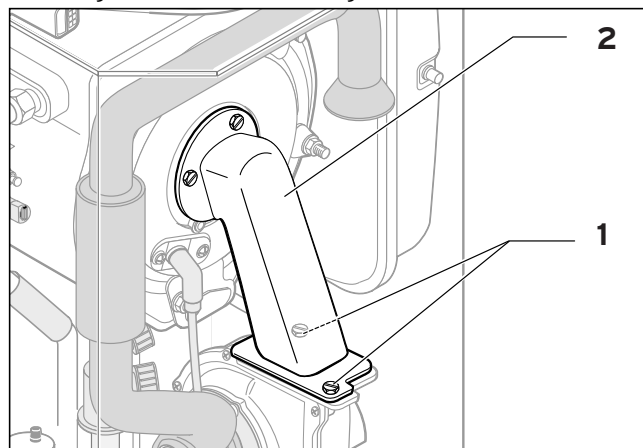

Fig. 8.3 Sostituire il ventilatore
- Allentare le 3 viti (Fig. 8.3, Pos. 1) del ventilatore e rimuoverle.